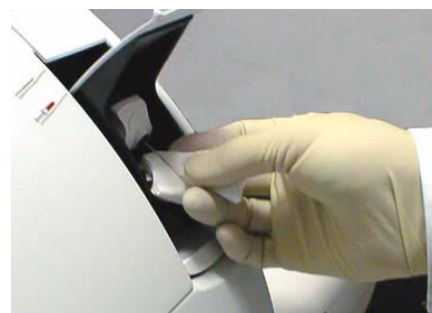

图 4 (1)
- 用湿布清洁进样口, 除去探针上的沉积物(见图 4/1+2)。
- 洗洁探针头部(见图 4/3)。